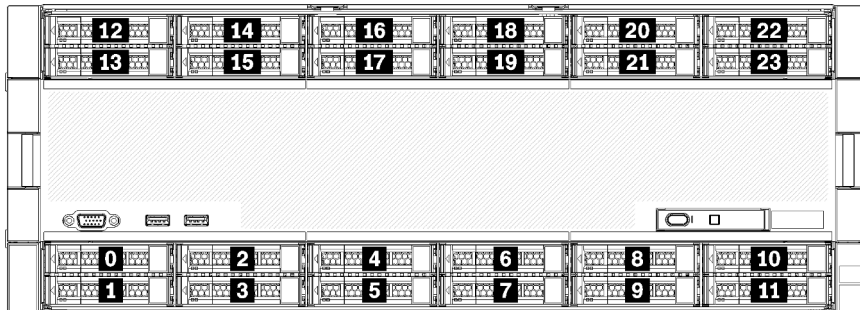

Figure 9. Emplacements des baies d'unité
- Les deux unités supérieures prennent en charge les interfaces SAS, SATA ou NVMe (Lenovo, AnyBay). Le serveur peut prendre en charge jusqu'à 12 unités NVMe, selon la configuration du serveur. Les baies d'unité NVMe compatibles sont les baies paires, comme illustré dans Figure 9 « Emplacements des baies d'unité » à la page 25.